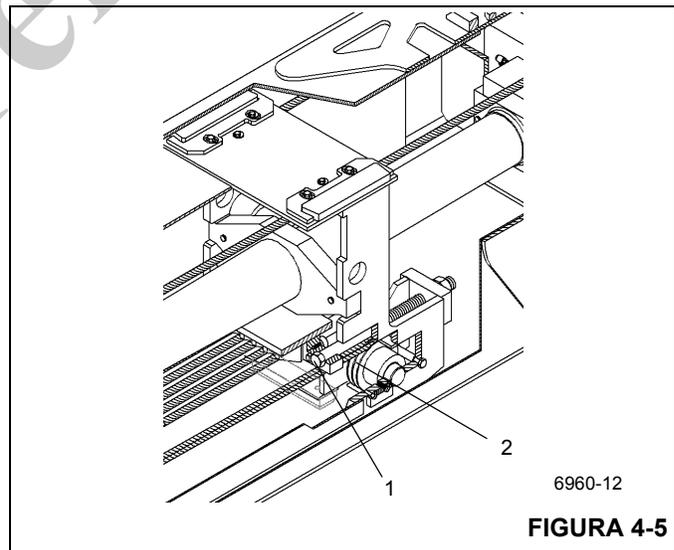

FIGURA 4-5
1. Na parte traseira da seção intermediária interna, remova o parafuso e a bucha de retenção do cabo (1) da parte traseira de cada conjunto de polias dos cabos de retração (2) (Figura 4-5).